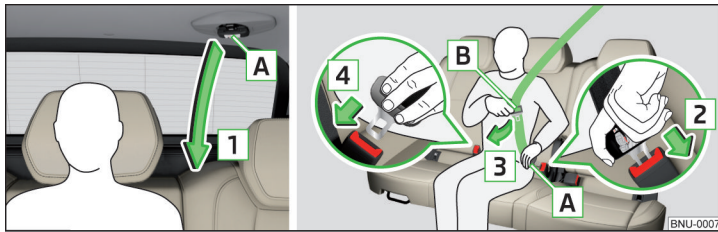

Abb. 19 Sicherheitsgurt auf dem mittleren VarioFlex-Sitz anlegen/ablegen
- › Den Gurt an der Schlosszunge **A** » Abb. 19 langsam nach unten in Pfeilrichtung **1** ziehen.
- › Die Schlosszunge **A** » Abb. 19 fassen und die rote Taste im Gurtschloss drücken, die Schlosszunge springt heraus.